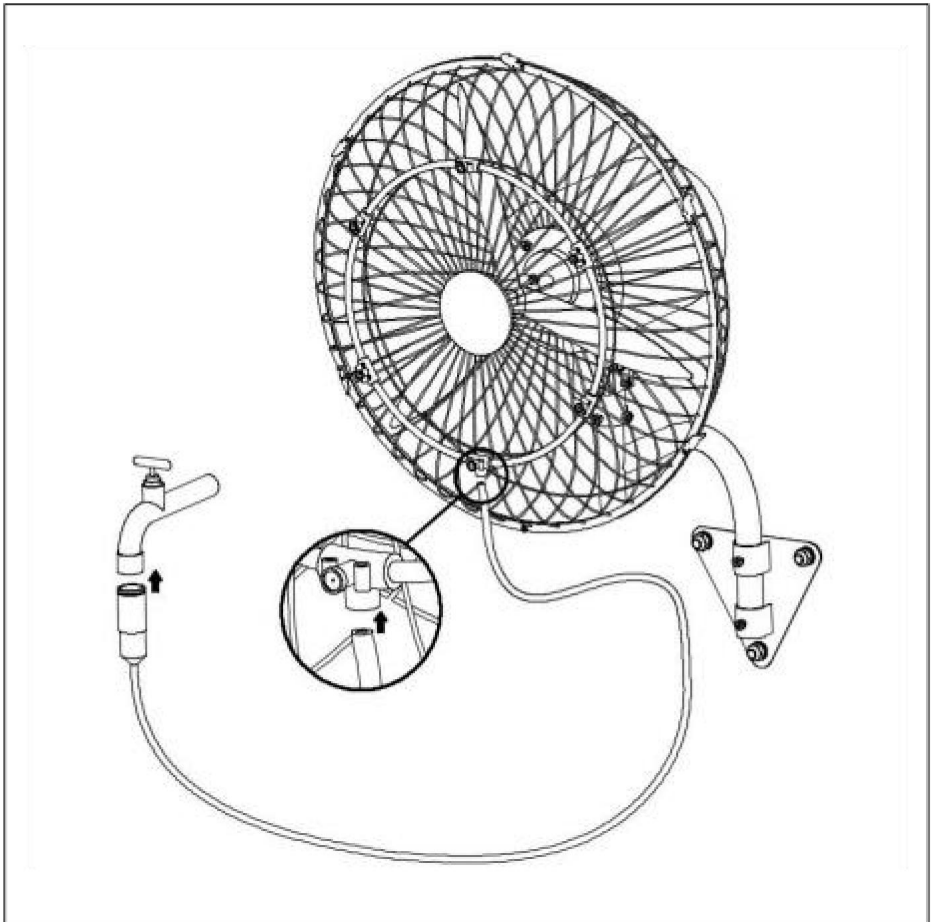

Abb.11.
2). Schließen Sie die Wasserleitung an den Wasserhahn bzw. die Sprühdüse an und ziehen Sie den Wasserhahn fest. Siehe (Abb. 11). Fertig!